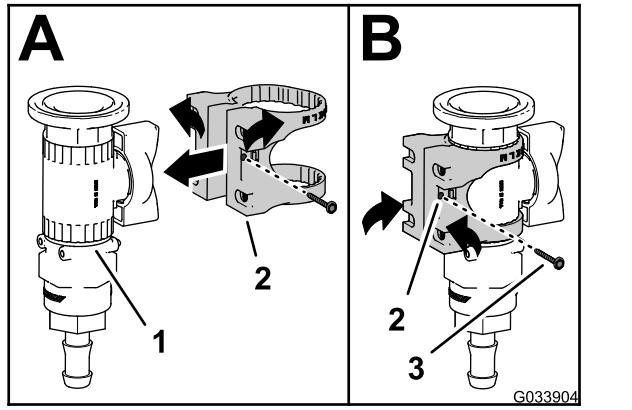

Figura 11
- Monte el soporte de la válvula en la válvula de control, según se muestra en Figura 11, A.
| 2. Sujete el soporte de la válvula a la válvula de control con el tornillo con arandela prensada (N.º 6), y apriete el tornillo a mano (Figura 11, B.).